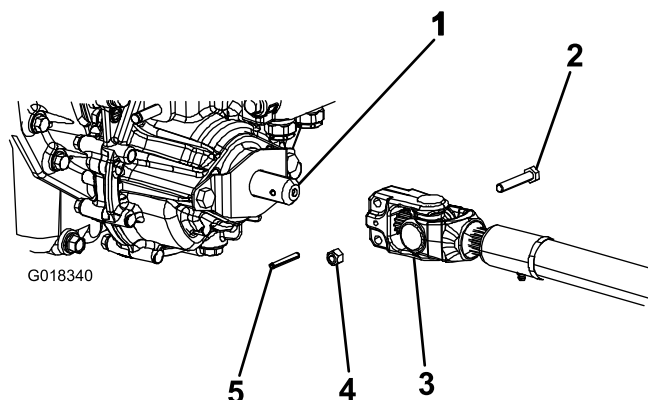

Figura 4
3. Coloque el árbol de la toma de fuerza debajo de la parte delantera de la máquina. Asegúrese de que la horquilla del eje de deslizamiento del árbol está colocada hacia el árbol de transmisión (Figura 4).